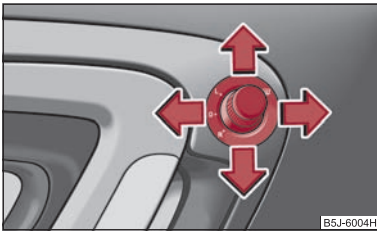

Abb. 49 Türinnenteil: Drehknopf
- Stellen Sie den Drehknopf in die Position  => Abb. 49.